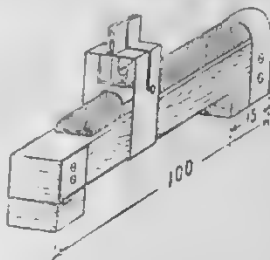
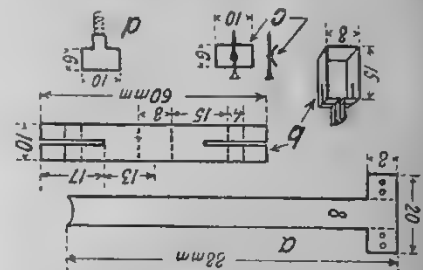

Рис. 1. Общий вид переменного сопротивления
Рис. 2. Детали сопротивления
Переменное сопротивление это изготовляется точно так же, как и постоянное. Разница лишь в том, что графитогипсовая палочка делается на 10 мм. короче и изменяются составные части ее: для смеси берется графита 1,74 (29%) грамм и гипса 4,26 (71%) грамм. Точно так же, как и ранее изготовленная палочка укрепляется на дощечке длиной 100 мм., высотой 10 мм. и толщиной 8 мм. Один конец палочки (правый на рис. 1), предварительно обрубный полоской шириной 5 мм., укрепляется медной дужкой, а другой не доходит до левый конца дощечки на 10 мм. Затем в деревянной дощечке на которой укрепляется сопротивление, отступая от конца на 15 мм., срезаются снизу 4 мм., как показано на рис. (1). Под дощечкой снизу подкладывается медная полоска *a* толщиной 0,5 мм. с ушками размеров и формы, показанных на рис. 2. Ушки в местах, показанных на рисунке пунктиром, загибаются и привинчиваются винтиками к бокам до-
Теперь приступают к изготовлению ползунки: с этой целью берут медную полоску *b* толщиной 0,5 мм., длиной 60 мм. и шириной 10 мм. Отступая от середины в обе стороны на 13 мм., в полоску вырезаются две щели шириной в 1 мм. каждая, как показано на рис. 2-б и придают ей форму "рамки", сгибая полоску в 4-х местах, показанных на этом рис. пунктиром. Затем берется медная пластинка рис. 2-с 10 мм. длиной и 6 мм. шириной, загибается полукругом по диаметру палочки, а к середине этого полукруга припаивается гвоздик.